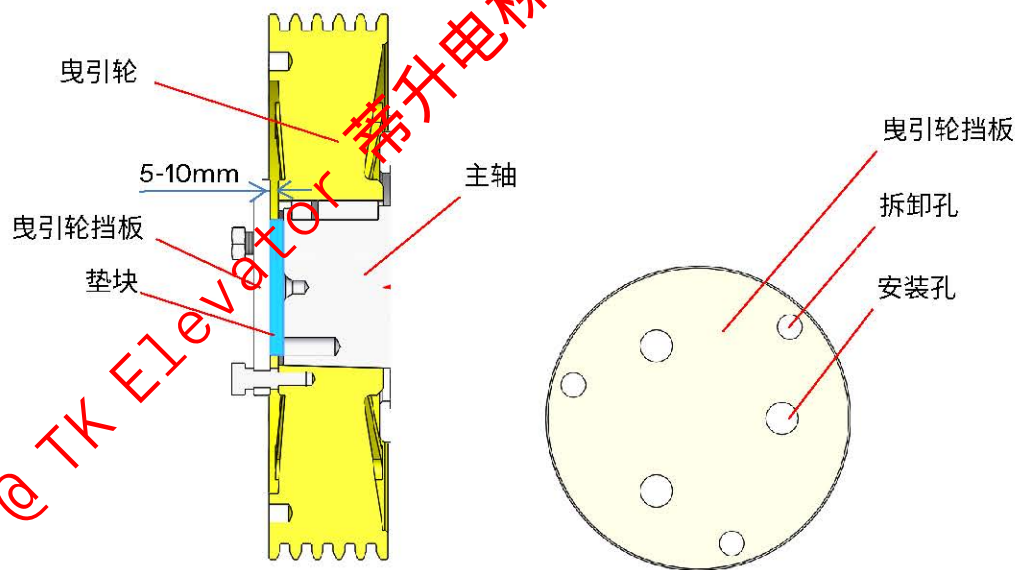

图 9-1 曳引轮拆卸示意图
- 用金属垫块(推荐尺寸: $\phi 100 \times 10\text{mm}$)垫在曳引轮挡板和主轴之间,确保挡板和曳引轮端面有 5-10mm 的间隙,见图 9-1。将挡板外圈 3 个拆卸孔对准曳引轮上的 3 个螺纹孔,用 3 个 M12 的螺栓穿过挡板外圈的 3 个拆卸孔并同步地拧入曳引轮上的螺纹孔中,将曳引轮慢慢顶出,见图 9-1。